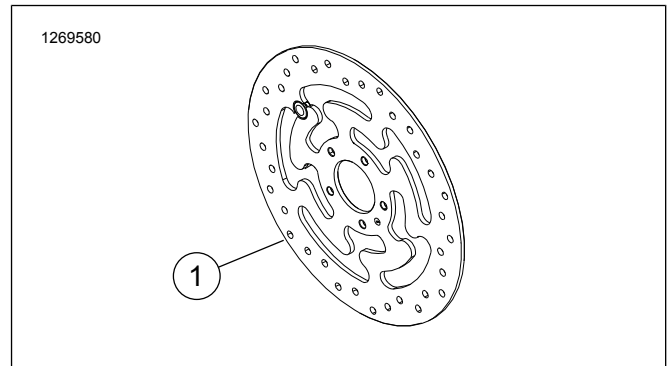

Figura 1. Disc Brake ta' quddiem
- Viti tal-Brake Disc Ara Figura 1 u Tabella 1.